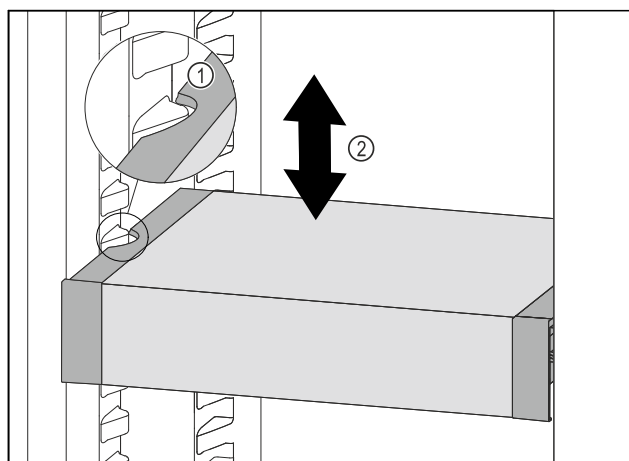

Fig. 94
- ▶ 向前移动 VarioSafe，直到 VarioSafe 两侧的凹槽与冷藏区中的容器肋梁持平。 Fig. 94 (1)
- ▶ 在冷藏区中向上或向下移动 VarioSafe，直至所需高度。 Fig. 94 (2)